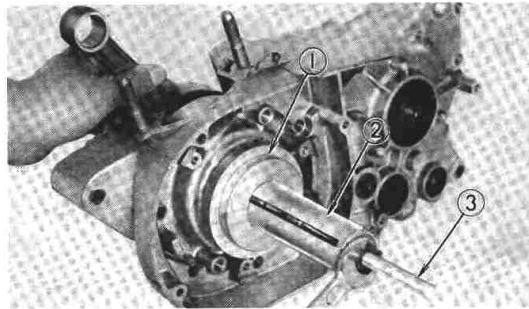

Fig. 3-5-1
1. Put shim on left side of the crankshaft, set the crankshaft into left case half and install crankshaft installing tool (spacer, crankshaft setting dot, crankshaft setting tool). (Fig. 3-5-1)
2. Hold the connecting rod at top dead center with one hand while turning the handle of the installing tool with the other. Operate tool until crankshaft bottoms against bearing. (Fig. 3-5-1)
1. Mettez une cale sur la gauche du vilebrequin, placez le vilebrequin dans le demi-carter gauche et posez l'outil de pose du vilebrequin (entretoise, pot de maintien de vilebrequin, clef de maintien de vilebrequin). (Fig. 3-5-1)
2. Maintenez la bielle au point mort haut d'une main en tournant le manche d'un des outils de maintien avec l'autre. Faites fonctionner l'outil jusqu'à ce que le vilebrequin rencontre le fond du roulement. (Fig. 3-5-1)